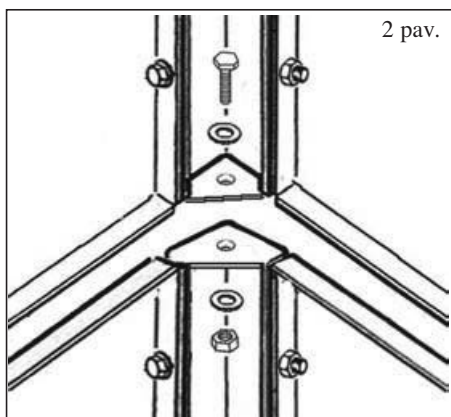

Rys. 1
3. Zmontować podstawę frezarki wg rys. 1